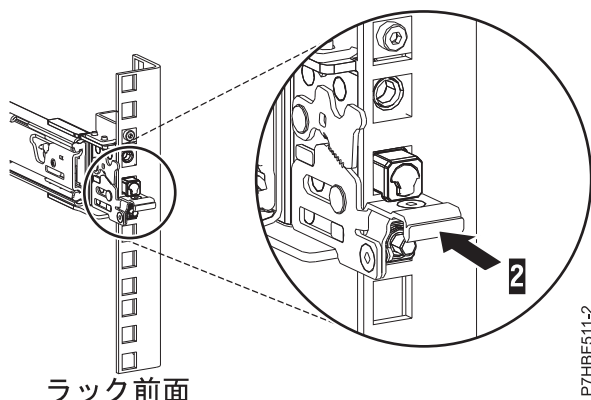

図6. ラックの前面レールに取り付けられているラッチ
7. スライド・レールを前方に引きながら、3 つのピンがラックの穴から突出していることを確認した後に前面ラッチ (2) を最後まで押し込みます。詳しくは、図6 を参照してください。